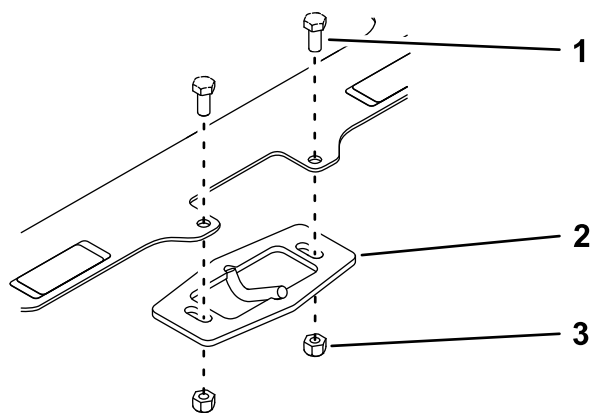

Figure 5
- Retirez et conservez les 2 boulons (5/16" x 3/4"), les 2 écrous (5/16") et le loquet de capot du panneau de protection avant (Figure 5).
4. Montez le loquet de capot sur le panneau de protection avant du kit, comme montré à la Figure 5.